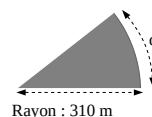

Fig. 1.13
- 2) Déterminer l'aire de la surface figure 1.13 sachant qu'elle est proportionnelle à l'angle et à l'aire du disque.